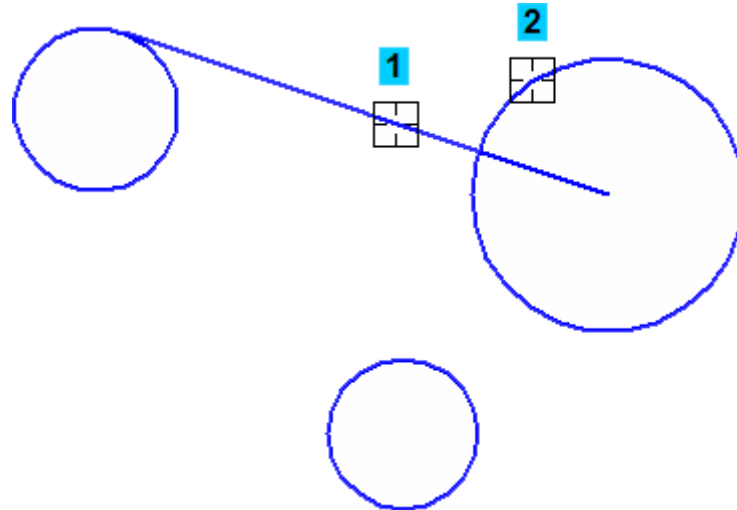

Рисунок 10.
- Укажите курсором отрезок и окружность, между которыми нужно построить сопряжение. Окружность нужно указать в той ее части, которая расположена выше отрезка. От этого зависит направление дуги (рис. 10).